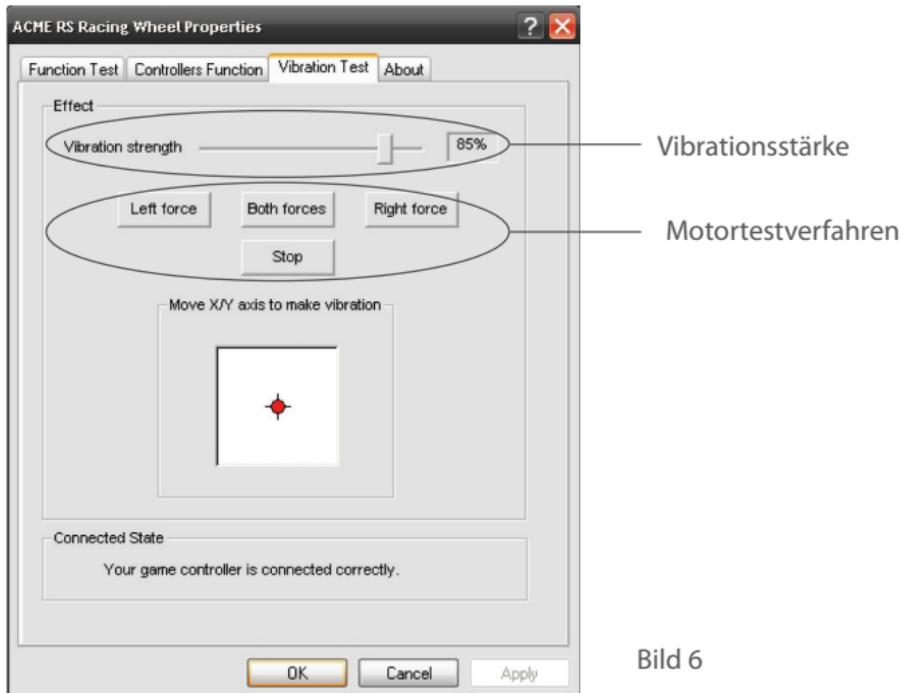

Bild 6
- Die Vibrationsstärke kann wie nachstehend beschrieben auf verschiedene Werte eingestellt werden. (Siehe Bild 6 "Vibrationsstärke")
- Motortestverfahren (siehe Bild 6)